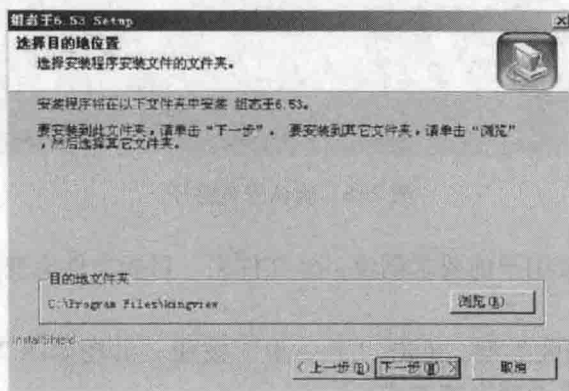

图 2-6 选择安装路径
(7) 选择组态王软件安装路径。确认用户注册信息后,弹出“选择目的地位置”对话框,选择程序的安装路径,如图 2-6 所示。